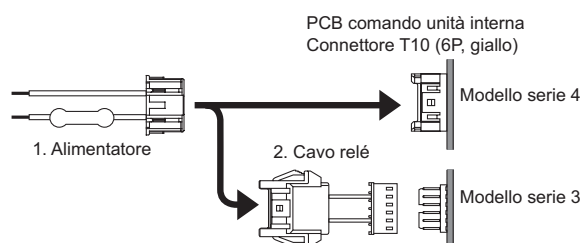

Fig. 3-42
*2 Usare con i modelli della serie 3 (Fig. 3-42).